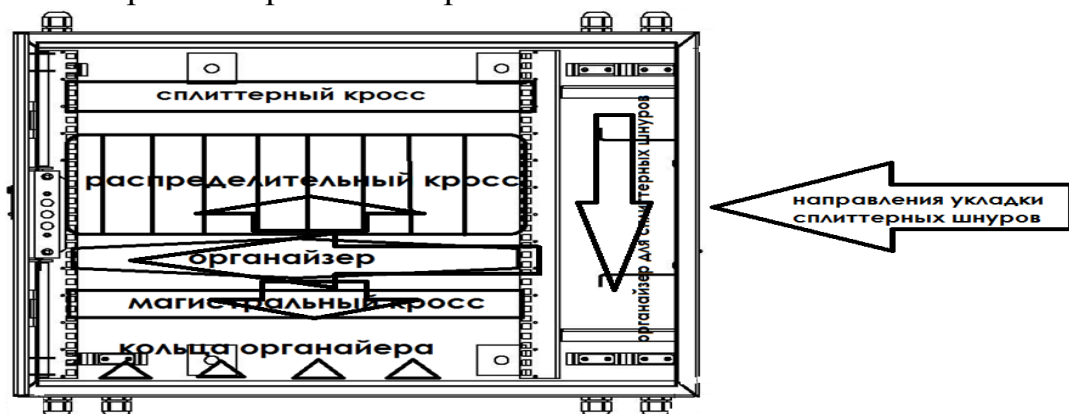

Рис. 5 Кабельные магистрали
- Закрепите запас длин оптических шнуров на боковом органайзере и подключите абонентские коннекторы сплиттера к внешней части адаптеров распределительного кросса. Организуйте излишки и распределение оптических шнуров через горизонтальный органайзер согласно рис. 5